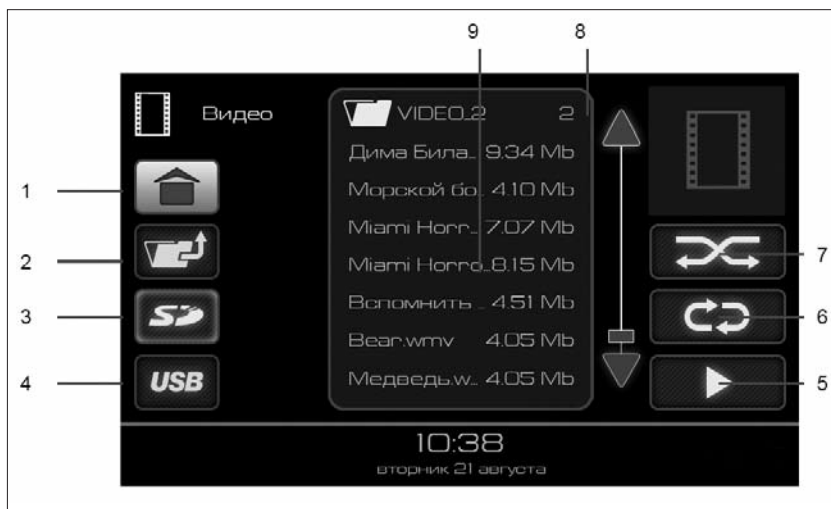
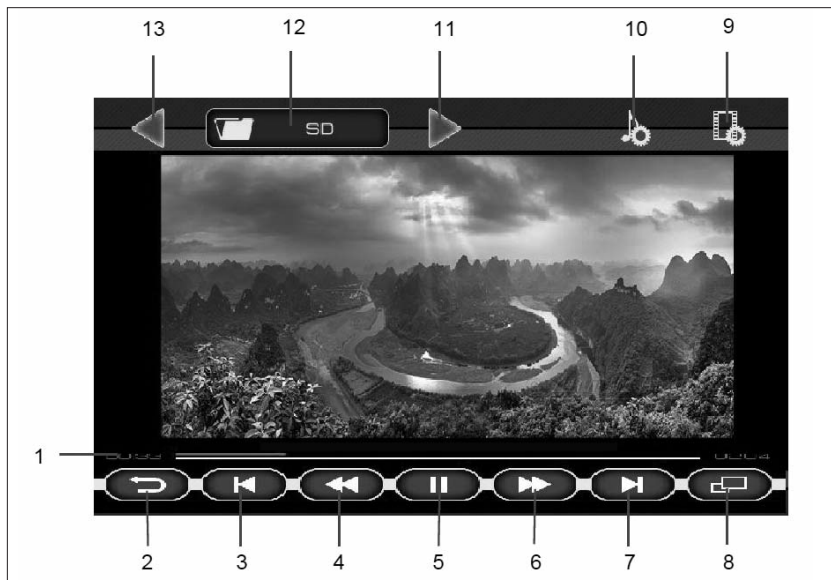

Рис. 6. Окно режима «ВИДЕО»
Рис. 7. Окно проигрывания видеофайлов
Доступные для воспроизведения видеофайлы и папки отображаются в списке (9), рис. 7. Двойное нажатие на изображение папки  отобразит список видеофайлов в этой папке. Для выхода из папки нужно нажать кнопку 2 (рис. 6).
режима повторного воспроизведения выбранного файла (кнопка 6, рис. 6);
- либо нажатие на кнопку воспроизведения файлов (кнопка 6, рис. 6) позволяет воспроизвести все видеофайлы, находящиеся в списке (9) на рис. 6;
– либо выбор папки одиночным нажатием на изображение папки  в списке (9) рис. 6, а затем нажатие кнопки воспроизведения файлов (кнопка 5, рис. 6) позволяет воспроизвести все видеофайлы, находящиеся в выбранной папке и ее подпапках.
Для включения полноэкранного режима воспроизведения нажать кнопку **8** (рис. 7) или на изображение.
Если при воспроизведении видеофайла нажать на кнопку **II (5)** (рис. 7), а затем нажать на кнопку возврата (кнопка **2**, рис. 7), то произойдет переход в главное меню и в кнопке **«Видео»** (рис. 2) появится индикатор паузы. Этот режим позволяет вернуться к воспроизведению видеофайла с того места, где была поставлена пауза.